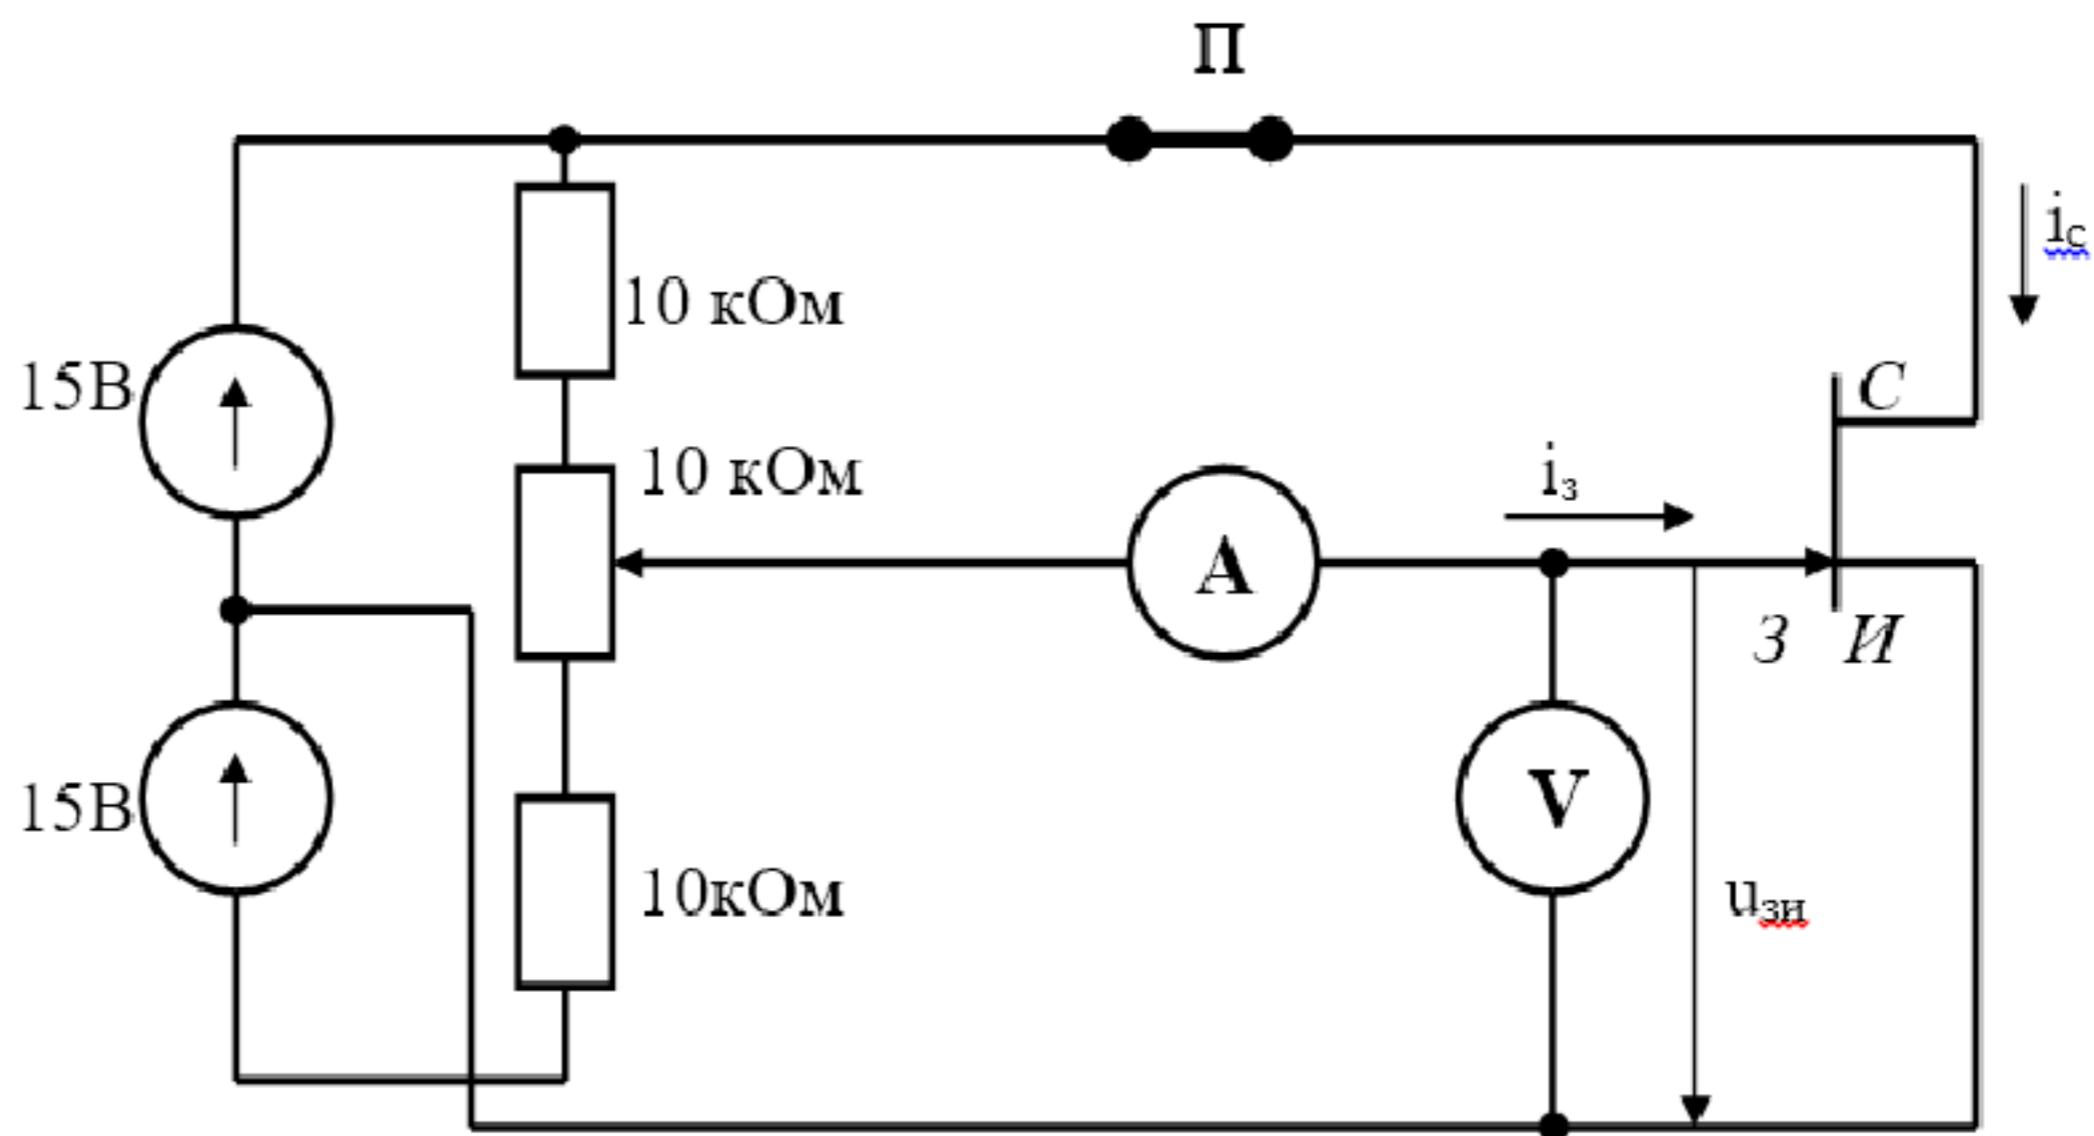

Рисунок 3.3
2. Собрать схему рис.3.3 для снятия стокозатворной характеристики.